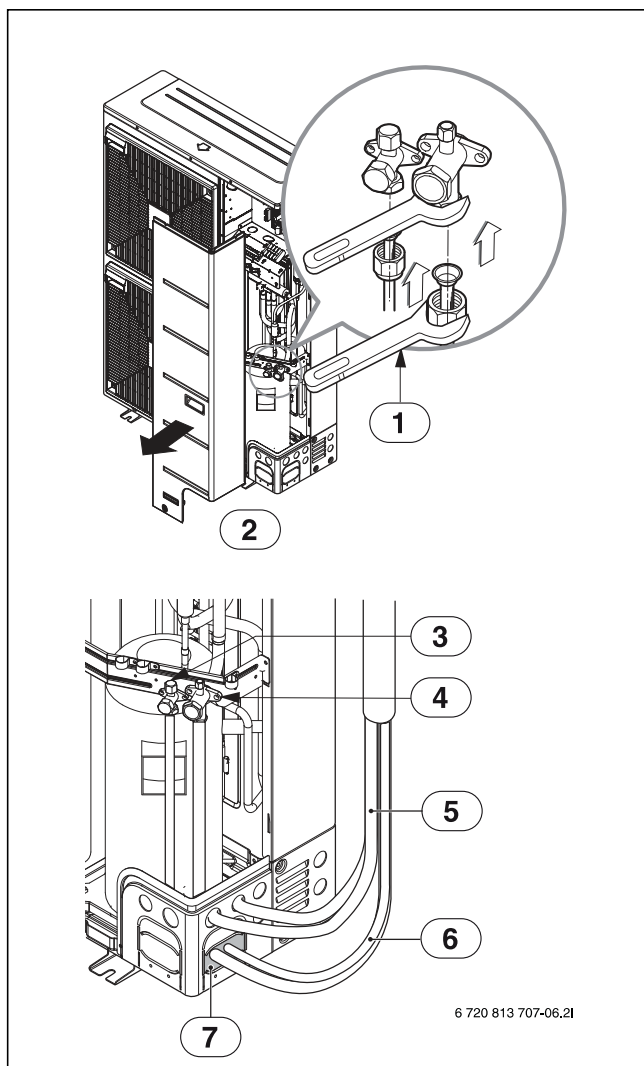

Bild 23
- Täta genomföringar med isoleringsmaterial. Förslut då alla öppningar (→Bild 23).